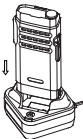
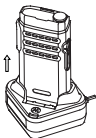

Figura 2: introducción de la radio en el cargador para carga
Figura 3: extracción de la radio del cargador
3. Para cargar una radio con batería con la radio apagada, consulte la Figura 2 y la Figura 3.